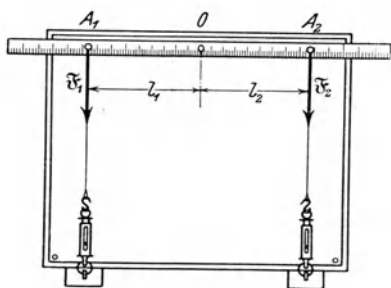

Fig. 51.
**Anleitung.** a) Hefte auf das Reißbrett einen Zeichenbogen, ziehe in  $\sim 2,5$  cm Abstand von der hintern Kante eine Gerade, trage von dem Punkt  $O$  (Fig. 51), der etwa in der Mitte des Strichs liegt, nach beiden Seiten 30 cm ab und errichte in den so erhaltenen Punkten  $A_1$  und  $A_2$  Senkrechte auf  $A_1A_2$ . Bohre auf der Längsachse eines Meterstabes bei den Teilstrichen 20, 50 und 80 cm Löcher, binde an den beiden äußern Durchbohrungen die Enden von Schnüren fest, schiebe durch das mittlere Loch einen runden Vorstecher als Achse und streife dann über dessen Spitze noch eine Perle oder einen Me-